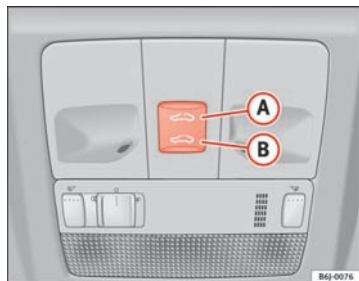

Fig. 52 Panoramatag/
- Hvis du betjener kontakten **(B)** ⇒ Fig. 52 ⇒ ⚠ og holder den i positionen, lukker taget, indtil du slipper kontakten igen.